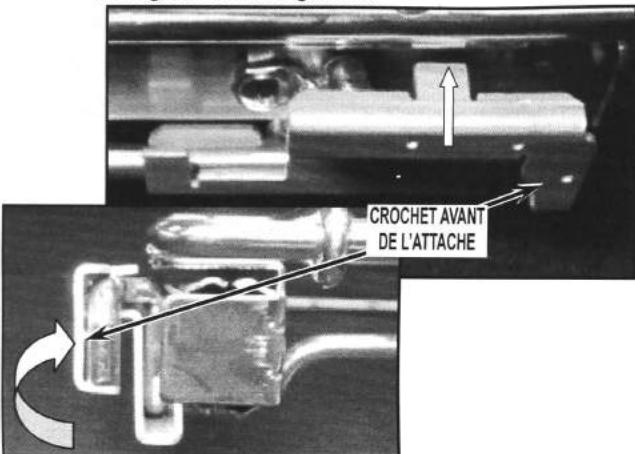

FIGURE 13
- c) Maintenir l'attache en position relevée, puis la pousser vers l'intérieur pour l'emboîter sur le dessus du cadre de la grille. Voir la Figure 13.
IMPORTANT : Ne pas courber les butées de glissière lors du serrage de la languette afin de ne pas endommager la pièce. L'opération de courbure de la languette avant peut provoquer un évasement du crochet avant de l'attache. Le cas échéant, resserrer en conséquence. Voir Figures 13 et 14.